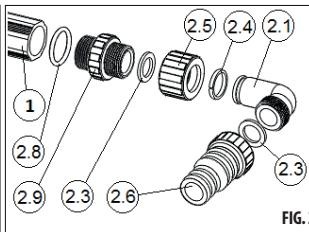

FIG. 2
- 1) Completare il pannello. Avvitare ai tubi del pannello solare i riduttori (2.9) con anelli a O di silicone (2.8). CONSIGLIAMO DI APPLICARE UN SOTTILE STRATO DI GRASSO IN DOTAZIONE SULLA SUPERFICIE DI TENUTA ANTERIORE DEL PANNELLO SOLARE (1), PER EVITARE PERDITE POTENZIALI. Montare quindi sui riduttori i raccordi filettati (FIG. 2) e i tappi (FIG. 3). In uno dei tubi del pannello è presente la guarnizione centrale; montare i raccordi filettati su questo tubo e i tappi sull'altro.